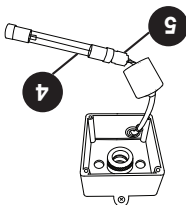

Figure 4
4. Retirez lentement la lampe UV (4) hors du tube de quartz.
5. Retirez la douille de la lampe (5) de la lampe UV (4), Figure 4.